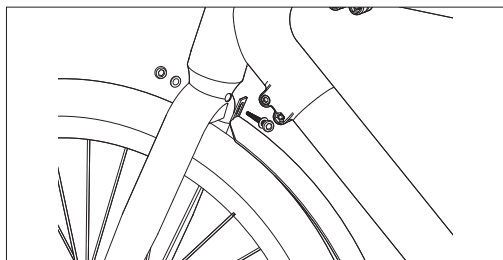

Figure 5-1
- Après avoir aligné le garde-boue sur le trou de vis, resserrez les vis de montage pour le fixer sur la fourche avant, comme illustré à la **Figure 5-1**.